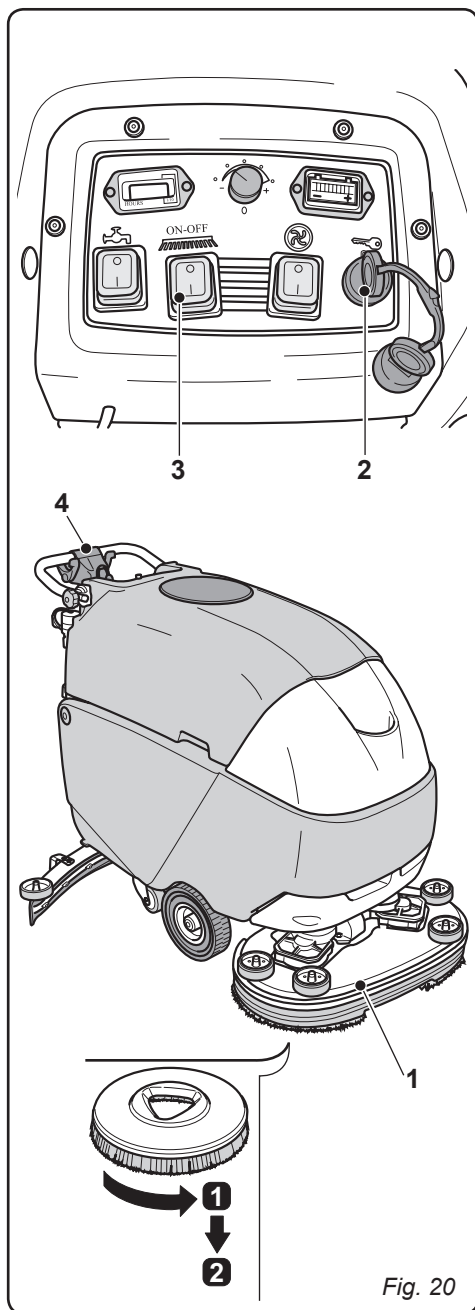

Fig. 20
10.1.e - Substitution de la brosse (Fig. 20)